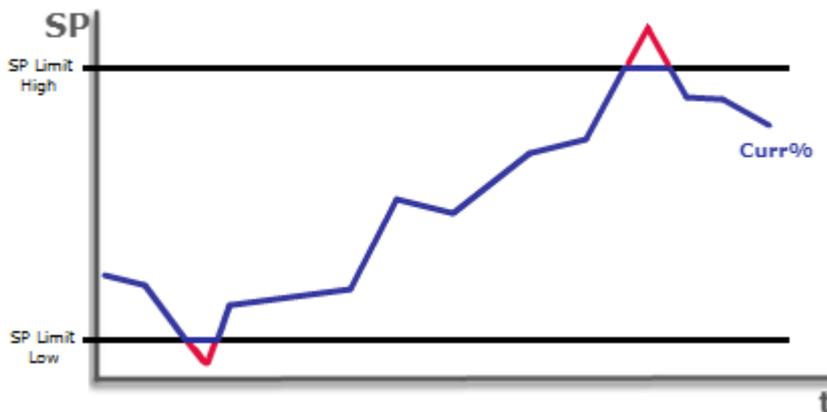

Figura 3.9 – Ejemplo de funcionamiento de los límites de Setpoint.
*Por ejemplo: Corriente de Entrada = 4 mA (0%) con SP Limit Low en 10% ocasionará un Setpoint del 10%. Corriente de entrada = 20 mA (100%) con SP Limit High en 95% ocasionará un Setpoint del 95%. La figura 3.9 muestra (en rojo) los valores de Setpoint que son desconsiderados por la configuración de los Límites de la Corriente.*